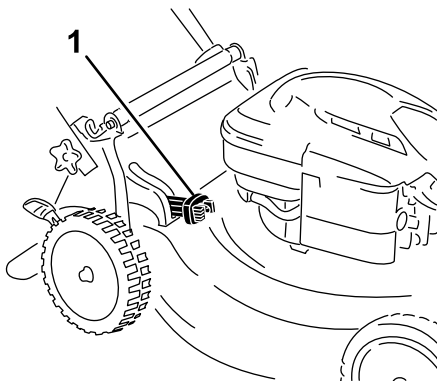

Bild 16
- Zum Sammeln des Schnittguts und Laubs drücken Sie die Taste am Hebel für den zuschaltbaren Fangkorb und bewegen den Hebel nach vorne, bis die Taste am Hebel herauspringt (Bild 16).